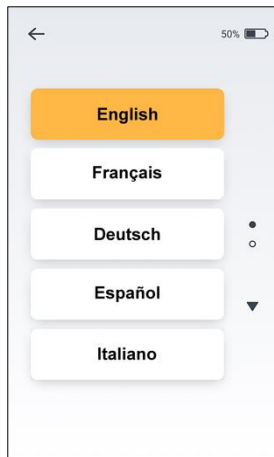

Fig. 14
- Sélectionnez votre langue préférée depuis la liste des langues disponibles - voir Fig. 14.